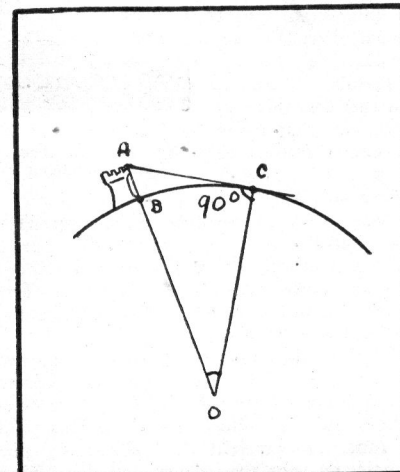

Fig. 2. - Schéma de la deuxième méthode décrite dans cet article.
**Deuxième méthode** (fig. 2). — Pour mesurer la circonférence de la Terre suivant cette deuxième méthode, on se place sur une tour ou en tout autre point élevé verticalement dans une plaine présentant le moins d'aspérités possible. Puis, au moyen d'une lunette d'approche, on reconnaît en quel point de l'horizon aboutit le rayon visuel rasant la courbure terrestre. On détermine ainsi le point C de la figure 2. On mesure alors, par les moyens habituels de l'arpentage, l'arc BC. Il suffit maintenant de connaître l'angle AOC et de calculer combien de fois il va dans toute la circonférence, pour pouvoir calculer cette circonférence.